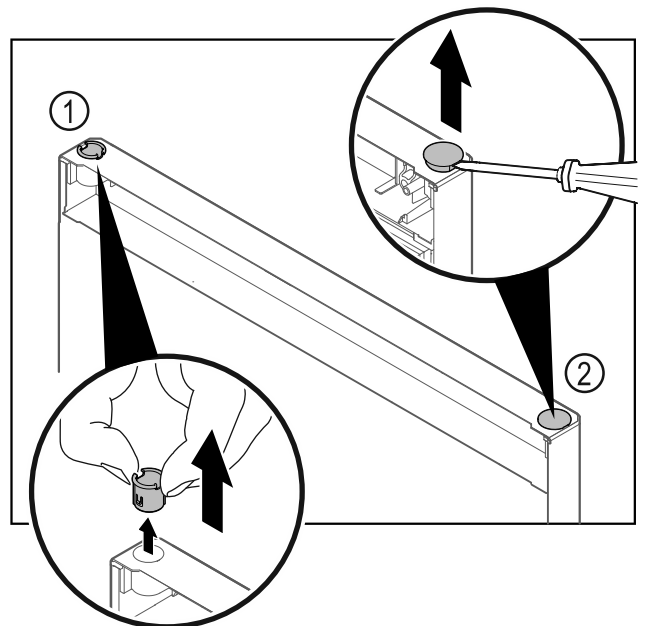

Fig. 17
- Retirer la bague Fig. 17 (1) avec les doigts.
- Soulever délicatement le bouchon Fig. 17 (2) avec un tournevis plat et le retirer.